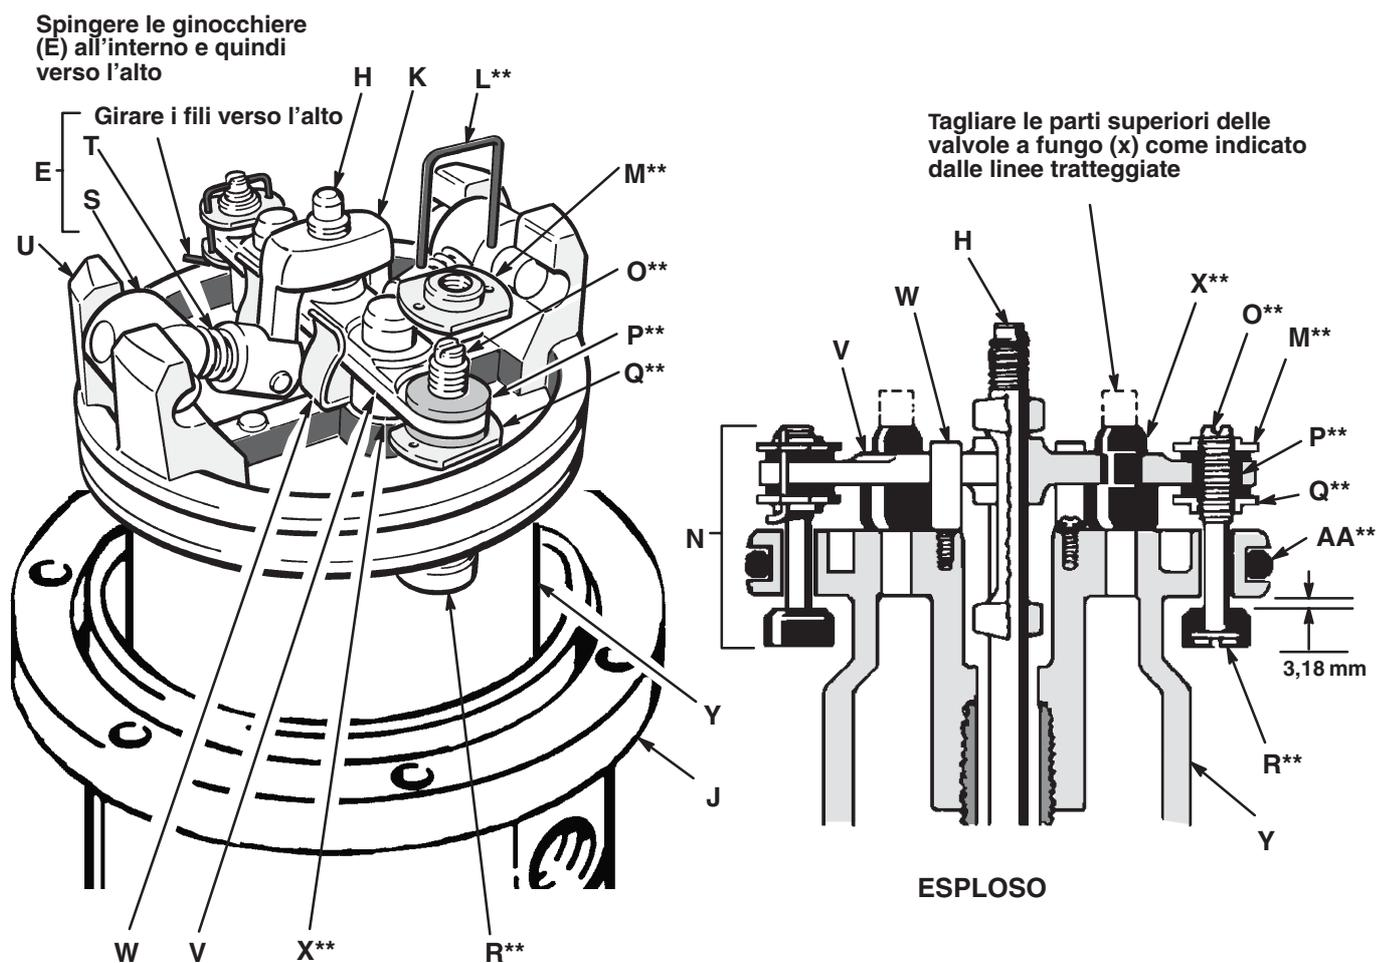

Fig. 3
Tenere **sempre** le dita lontane dal gruppo ginocchiera (E), per evitare la cattura o l'amputazione delle dita. Vedere Fig. 3.
5. Utilizzare un cacciavite per spingere in basso il gioco dell'asta di disinnesto (K) e far scattare il gruppo ginocchiera (E) verso il basso. Vedere Fig. 3. Rimuovere i fili di fermo (L) dai dadi di regolazione (M e Q) delle valvole di trasferimento (N). Svitare i dadi superiori (M). Avvitare gli steli della valvola (O) fuori dagli anelli di tenuta (P) ed abbassare i dadi di regolazione (Q). Smontare le valvole a fungo (R) dai steli e stringerli fermamente per verificare la presenza di rotture.
6. Bloccare con una pinza le leve a bilanciere (S). Comprime le molle (T) ed asportare il gruppo del bilanciante (E) lontano dalla staffa del pistone (U) e rimuovere le parti. Verificare che l'attuatore della valvola (V) sia supportata dai fermi a molla (W) ma che scorra liberamente in esso. Vedere Fig. 3.
7. Rimuovere il gioco dell'asta di disinnesto (K), l'attuatore della valvola (V) e l'asta di disinnesto (H). Verificare le valvole a fungo di uscita (X) per rotture.
4. Accertarsi che gli anelli di tenuta circolari siano al posto. Fare scorrere l'asta del pistone in basso attraverso la guarnizione della gola ed abbassare il pistone (Y) nella base del motore pneumatico (J).
5. Spingere la valvola di uscita a fungo (X**) nell'attuatore della valvola (V) e tagliare la parte superiore indicata con le linee tratteggiate. Vedere Fig. 3.
6. Installare le valvole a fungo di trasferimento (R**) sugli steli della valvola (O**), quindi rimontare gli steli della valvola (O**), i dadi di regolazione inferiori (Q**), le guarnizioni (P**) ed i dadi di regolazione superiori (M**) sul pistone (Y). Assemblare l'asta di disinnesto (H), l'attuatore della valvola (V), il gioco dell'asta a scatto (K) ed il gruppo ginocchiera (E) sul pistone. Vedere Fig. 3.
7. Prima di installare i fili di fermo (L**) nei dadi di regolazione (M** e Q**), utilizzare lo speciale manometro 171818 per regolare la valvola di trasferimento (N) in modo che vi siano 3,18 mm di spazio tra le valvole a fungo (R**) ed il pistone (Y) quando il gruppo ginocchiera si trova nella posizione *giù*. Vedere Fig. 3.
8. Fare scattare il gruppo ginocchiera (E) nella posizione *su*. Reinstallare il cilindro (G) ed il copridado (F). Rimontare il motore pneumatico nel pompante.